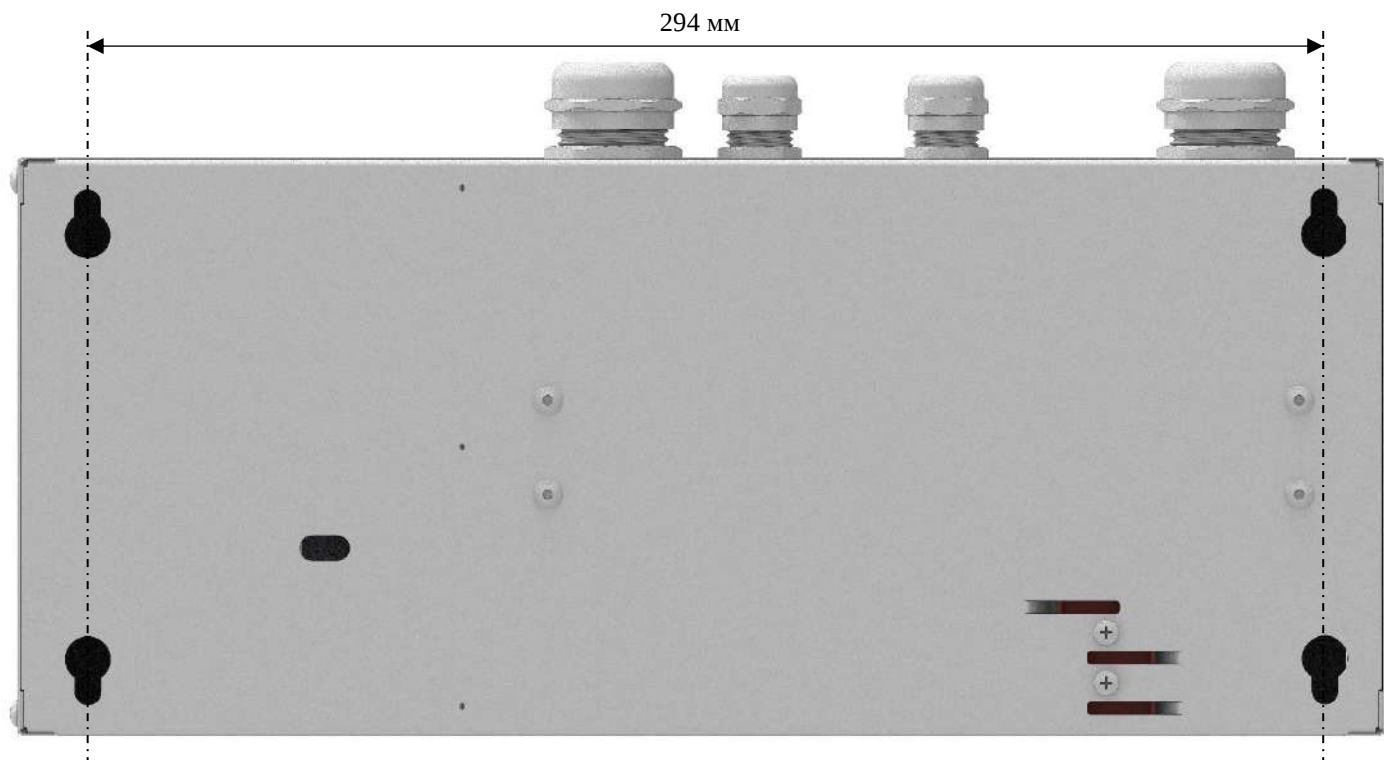

Рис. 22.: Блок мощности. Вид сзади.
1. Блок мощности необходимо устанавливать вне парильного помещения, в сухом, отапливаемом помещении, а также обеспечить защиту от влаги (прямое попадание воды на изделие). Монтаж произвести на дюбель-гвозди диаметром 6 мм (не входят в комплект). Расстояние между дюбель-гвоздями 294 мм (Рис.22.: Блок мощности. Вид сзади.). Допускается устанавливать блок мощности в электрощите или закрывать фальшпанелью, в которых предусмотрена система приточной вентиляции или вентиляционные отверстия.